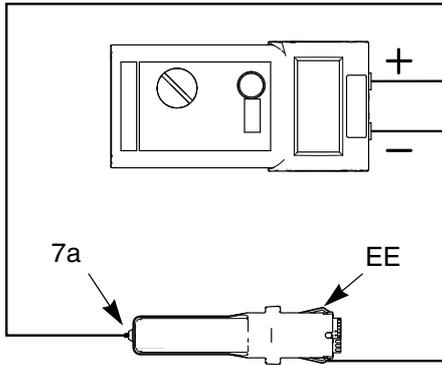

图 15. 测试电源的电阻
1. 卸下供电电源 (7)。参见第 页 37 码 页的**电源拆卸与更换**。
2. 卸下供电电源的涡轮 (8)。参见第 页 38 码 页的**涡轮拆卸与更换**。
3. 测量从供电电源的接地片 (EE) 到弹簧 (7a) 的电阻。电压为 85kV 的喷枪的电阻应为 130–160 兆欧。参见图 15。